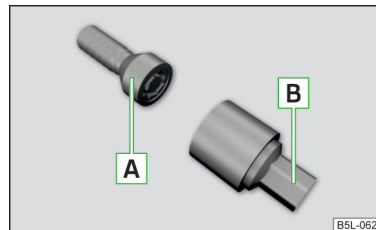

Fig. 341
Les boulons de roues antivol protègent vos roues contre le vol. Ceux-ci peuvent être **déserrés/serrés** uniquement avec la pièce de rehausse [B] » fig. 341.
- ▶ Enfoncez la clé démonte-roue jusqu'en butée sur le boulon de roue. Pour les boulons de roues antiviol, utilisez la pièce de rehausse correspondante » fig. 341 à la page 309.